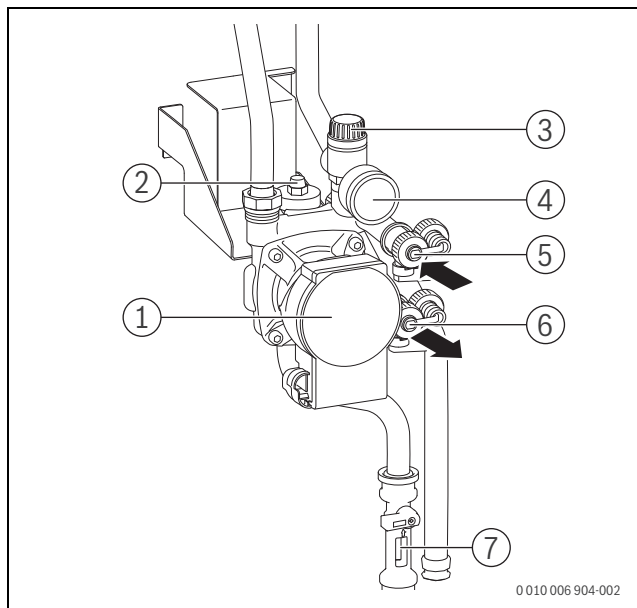

Bild 188 Übersicht Solargruppe
Befülleinrichtung an den Füll- und Entleerhähnen der Solarpumpe (→ Bild 188) anschließen:
- ▶ Füll- und Entleerhähnen (→ Bild 188, [5] und [6]) öffnen.
- ▶ Während des Spülens den Füll- und Entleerhahn an der Saugseite (→ Bild 188, [6]) mehrmals kurzzeitig drosseln und anschließend schnell komplett öffnen. Dadurch können sich gestaute Luftblasen in der Rohrleitung lösen.